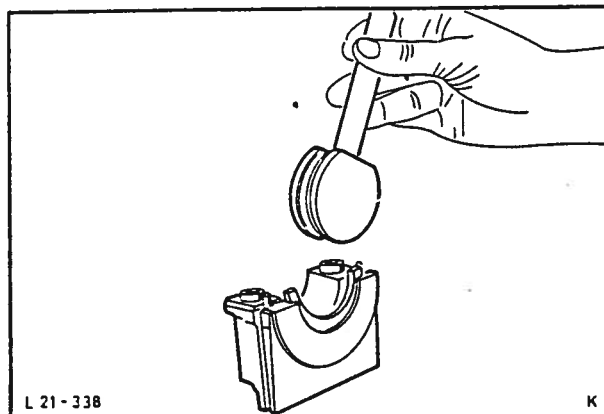

Fig. 58 Press inn veivakselens tetningstråd med spesialverktøy 21-085.
29. Sett veivakselens bakre tetningstråd inn i motorblokken og i bærelageroverfallet. Plasser den jevnt og press den på plass med spesialverktøy 21-085, fig. 58. Sørg for at tråden ligger riktig i setet og at den ikke er deformert. Kutt av eventuelt overskuddsmateriale slik at tetningstråden ligger absolutt jevnt med anleggsfilatene. Ingen av fibreene må stikke frem.